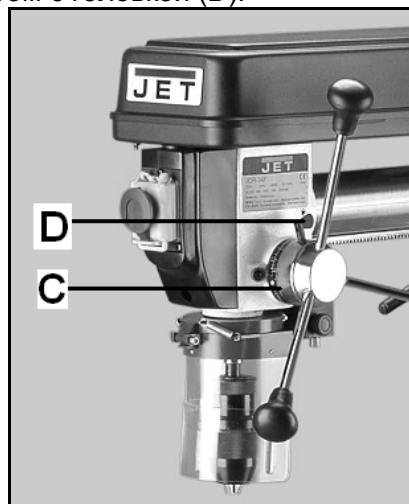

Рис.3
Поверните установочное кольцо (C, Рис. 3) против часовой стрелки до упора и зажмите его винтом с головкой (D).